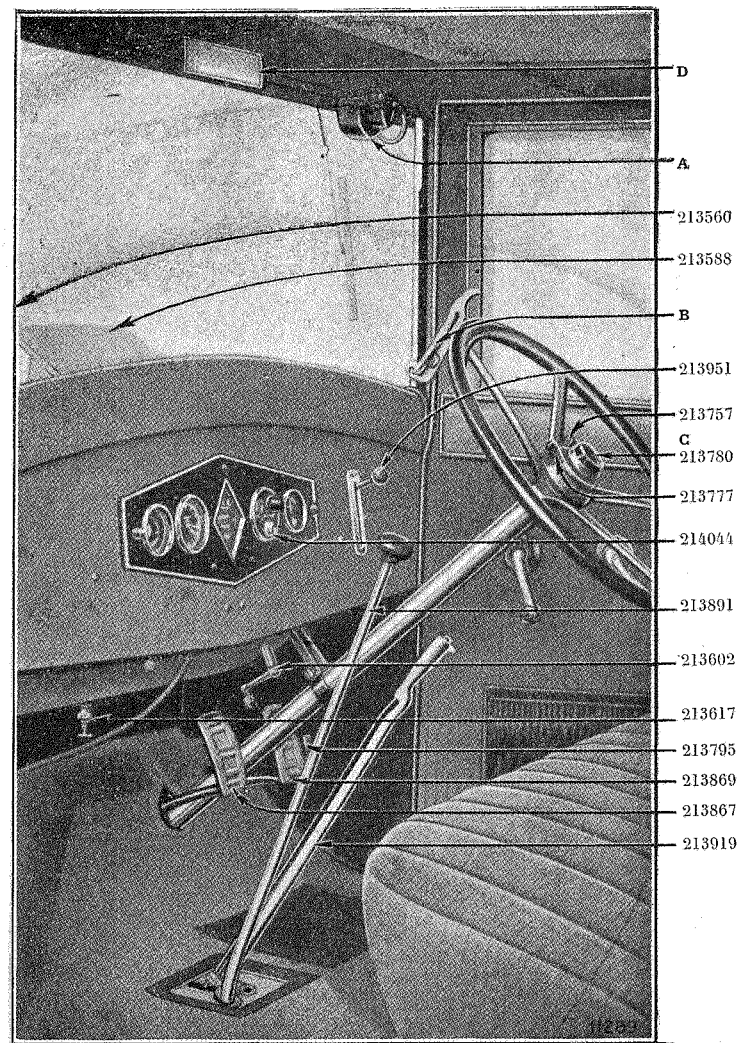

Fig. 34. — Vue des commandes.
Description (fig. 34).
b. Commande des appareils électriques (fig. 34, 35 et 36).
LÉGENDE FIG. 34.